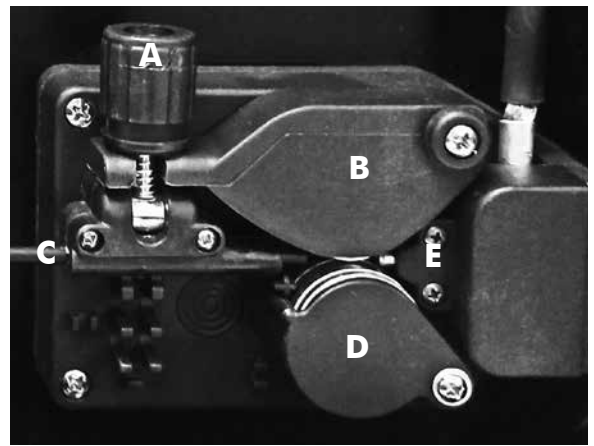

Abbildung 5
- MIG-Brenner MIG an den Anschluss (9) am Generator anschließen, dabei darauf achten, dass die Kontakte nicht beschädigt werden. Dann den Drehring des Brenners festziehen Brenner.
- Schrauben Sie die Mutter (1) der Haspel (Trommelbremse) ab und entfernen die Feder (2) und den Außenring (3).
- Die Spule (4) nach Entfernung der Plastikummhüllung wieder in die Haspel einlegen. Den Außenring (3), die Feder (2) und die Plastikmutter (1), die das Bremssystem für die Spulengeschwindigkeit bilden, wieder an Ort und Stelle bringen. **BITTE BEACHTEN:** Die Mutter darf nicht zu fest angezogen werden; ist der Druck zu hoch, wird der Motor für die Bewegung des Drahtes überbeansprucht. Ist er zu schwach, hält die Spule bei Beendigung der Schweißarbeiten nicht sofort an.
- Plastikdrehgriff lockern (A) und senken und die Drahthebel anheben (B) (Abb.5). Etwaige Drahrückstände aus der Drahtülle entfernen.
- Draht aus der Spule lassen und mit einer Zange so festhalten, der er sich nicht abwickeln kann. Das Ende vor dem Einführen in die Führung (C) ggf. gerade biegen. Draht so einführen, dass er über den unteren Rollen (D) verläuft und die Drahtülle eintritt.